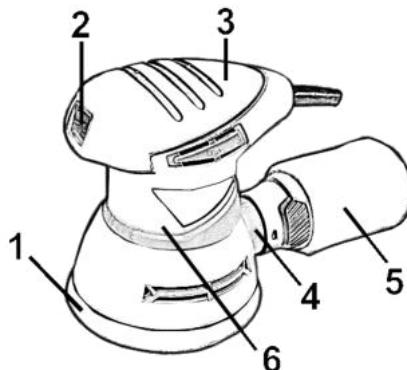

Рисунок 1
2.2.1 Виріб складається з наступних основних частин: пластикового корпусу з основною опорною рукотятою (3), в якому встановлений колекторний електродвигун, система пиловідведення, вимикач (2), шнур живлення з вилкою для підключення до електромережі, – згідно рис. 1. На валу двигуна встановлене лопатеве колесо витяжки пилу під час роботи виробу. Пил через патрубок (4) потрапляє в контейнер (5) або в пилосос. Шліфувальна платформа (1) приєднується до валу двигуна з можливістю вільного обертання незалежно від роботи двигуна через перехідну ексцентрикову опору з підшипником.